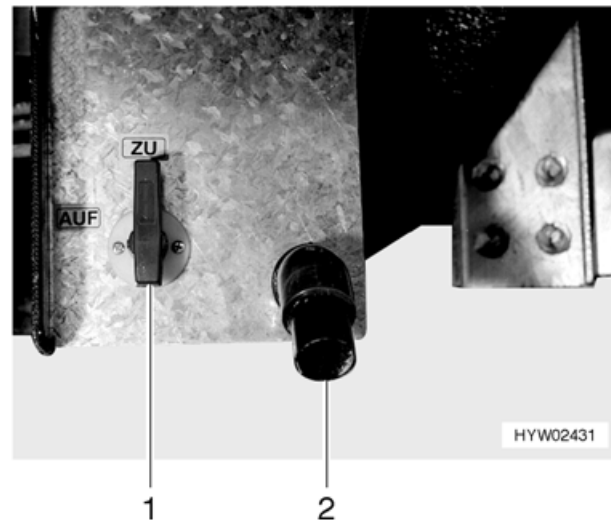

Bild 90 Bedienhebel und Ablaufrohr des Abwassertanks
Für die Abwasserentsorgung befinden sich je nach Modell auf der linken oder rechten Fahrzeugseite ein Ablasshahn und ein Ablaufrohr (Bild 90,2) für den Abwasserschlauch. Der Abwasserschlauch (Serie) befindet sich im Gaskasten und kann als Verlängerung auf das Ablaufrohr (Bild 90,2) gesteckt werden.
- Zum Öffnen des Ablasshahns den Bedienhebel (Bild 90,1) eine viertel Umdrehung entgegen dem Uhrzeigersinn drehen. Der Bedienhebel steht waagrecht.